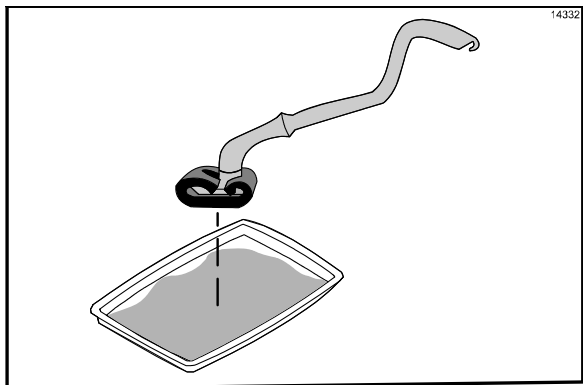

图 88
14. 将 Kay 煎炉清洁垫支架放入煎炉清洁剂内。(请见图 88)